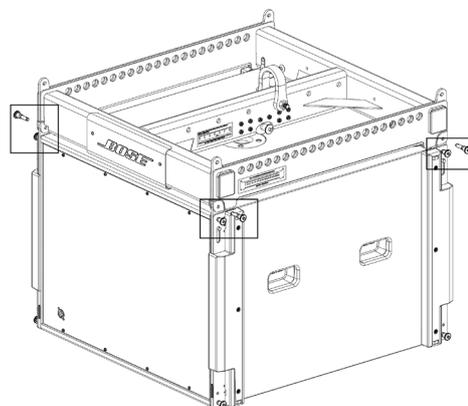

图 4.插入插销，将低音箱固定到框架
10. 插入前面的两个插销（每侧各一个），再插入后面的两个插销（每侧各一个），将低音箱固定到框架。参见图 4。